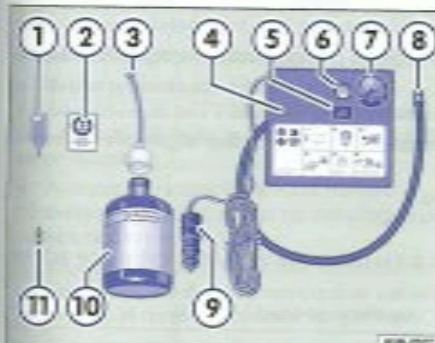

Fig. 220 Schéma de principe : éléments du kit de crevaison.
Le kit de crevaison se trouve dans le coffre à bagages, sous le revêtement de plancher. Il se compose des éléments suivants → fig. 220 :
12. Collez l'autocollant → fig. 220 ② du kit de crevaison sur le tableau de bord, de manière à ce qu'il se trouve dans le champ de vision du conducteur.
- Dévissez l'obus de valve de la valve du pneu à l'aide de l'extracteur d'obus → fig. 220 ① et placez-le sur un support propre.
- Secouez plusieurs fois énergiquement la bouteille de produit de colmatage des pneus → fig. 220 ③.
- Vissez fermement le flexible de remplissage → fig. 220 ④ sur la bouteille de produit de colmatage des pneus dans le sens des aiguilles d'une montre. Le film situé sur le bouchon est alors automatiquement percé.
- Retirez le bouchon du flexible de remplissage → fig. 220 ⑤ et enfoncez l'extrémité libre sur la valve.
- Revissez l'obus de valve dans la valve du pneu à l'aide de l'extracteur d'obus → fig. 220 ①.
- Vissez fermement le flexible de gonflage du pneu → fig. 220 ⑥ du compresseur d'air sur la valve du pneu.
- Veillez à ce que la vis de décharge de pression d'air → fig. 220 ⑦ soit fermée.
- Branchez la fiche électrique → fig. 220 ⑧ dans une prise de courant 12 volts du véhicule → page 182.
- Mettez en marche le compresseur d'air à l'aide de l'interrupteur MARCHE/ARRÊT → fig. 220 ⑨.
- Faites fonctionner le compresseur d'air jusqu'à l'obtention d'une pression de 2,0 à 2,5 bars (29 – 36 psi / 200 – 250 kPa) → **Durée maximale de fonctionnement de 8 minutes** → ⑩.
- Si la pression de gonflage nécessaire ne peut toujours pas être atteinte, c'est que le pneu est trop endommagé. Le pneu ne peut donc pas être colmaté avec le kit de crevaison. Arrêtez de rouler ! Faites appel à un spécialiste → ⑪.
Raccordez à nouveau le flexible de gonflage du pneu → fig. 220 ⑥ et consultez la pression indiquée sur le manomètre ⑦.